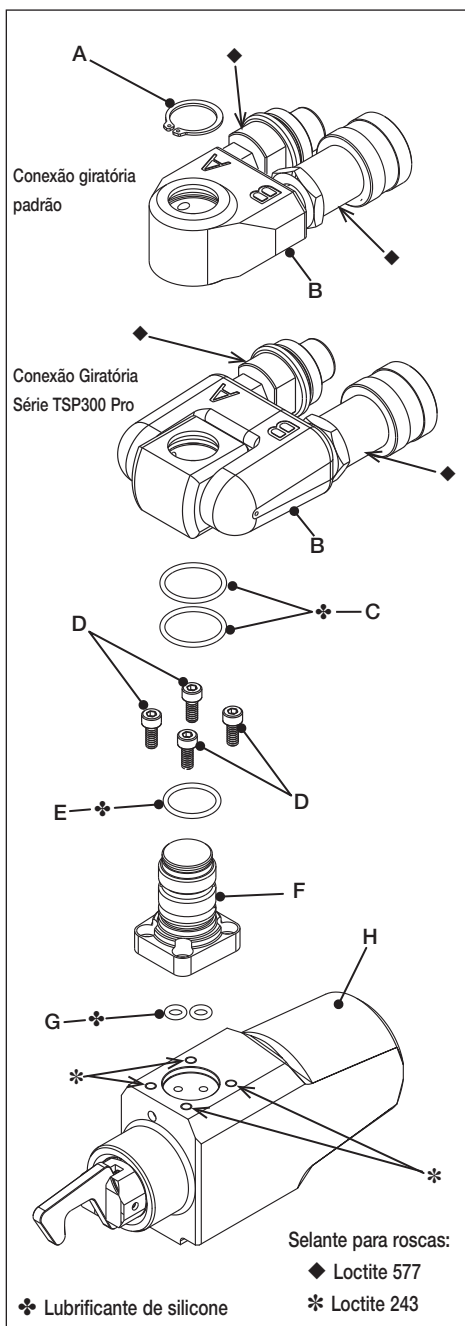

Fig. 14
5.3 Manutenção completa - Conexão Giratória Hidráulica e Unidade de acionamento (fig. 14, 15 e 17)
Consulte nas fig. 14 e 17 os componentes da conexão giratória.